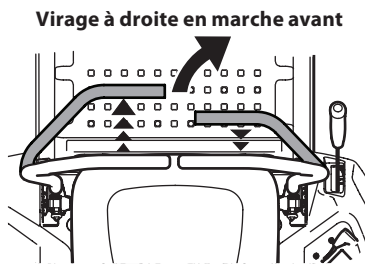

Figure 29
- Pour tourner à droite, tirez la barre de conduite droite vers vous et poussez la barre de conduite gauche vers l'avant. Voir Figure 29.